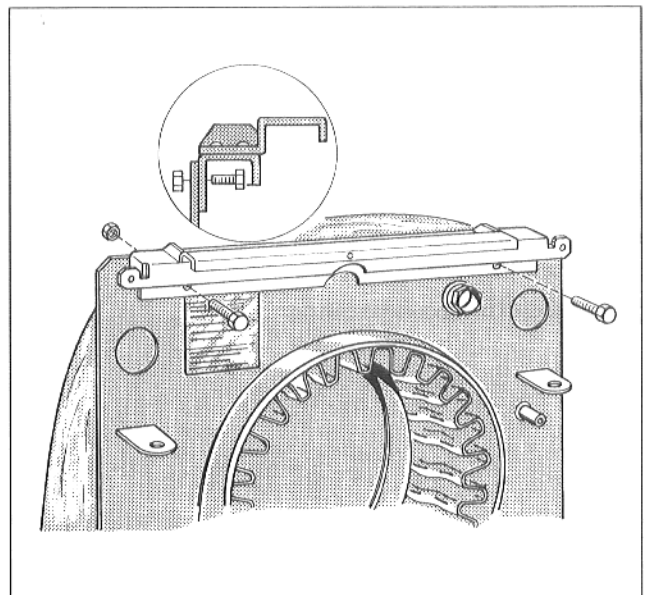

Abb. 7
- Traverse oben an der Kesselkörpervorder- und Rückwand anschrauben (Abb. 7 + 8).
Traverse mit angenieteteter Halteschiene an Vorderwand anschrauben (Abb. 7).